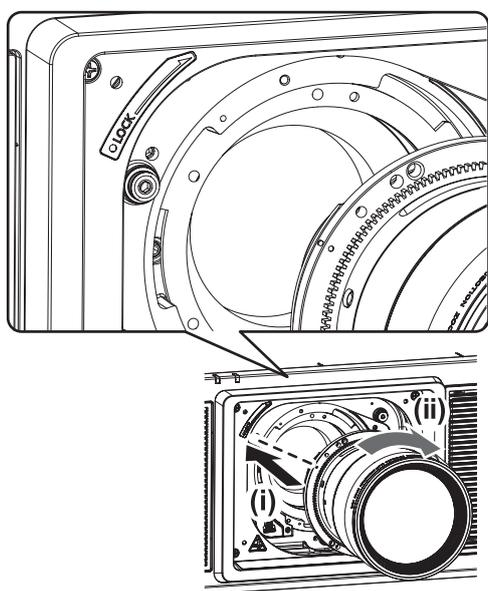

Fig. 3
- 3) **Insérez l'objectif de projection en alignant son repère (orange) sur le repère du projecteur (○ à gauche de LOCK), puis tournez dans le sens horaire jusqu'au déclic. (Fig. 3)**